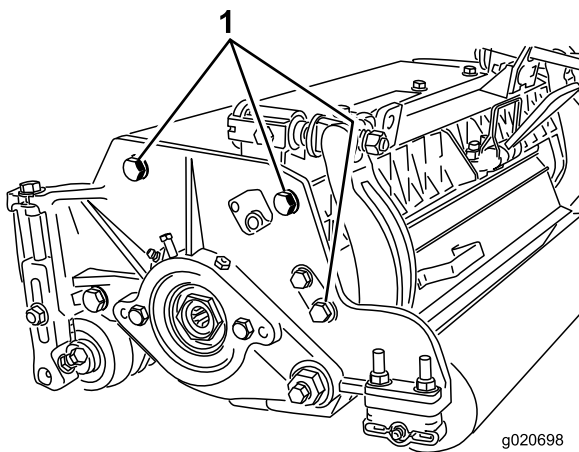

图 13
**注意** 后滚筒相对滚刀的位置通过组装部件的加工公差进行控制因此无需调节平行。将滚刀组放在平板上并松开侧板安装平头螺丝可以进行轻微的调整(图 13)。调节并拧紧平头螺丝。上紧平头螺丝扭矩至 3745N·m。